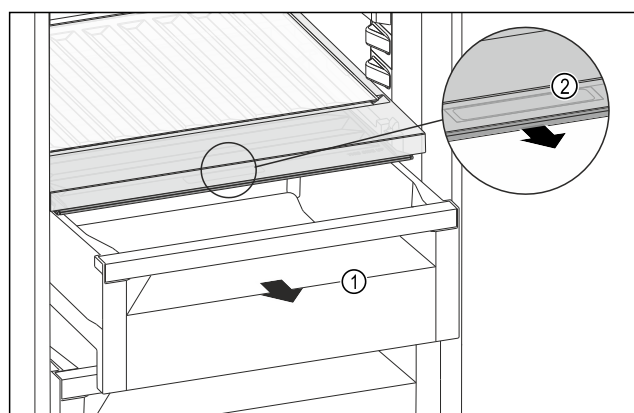

Fig. 107
- ▶ 拉出抽屉 Fig. 107 (1)。
- ▶ 抓住抽屉盖上的内嵌式拉手 Fig. 107 (2)，并同时向前拉出抽屉盖。